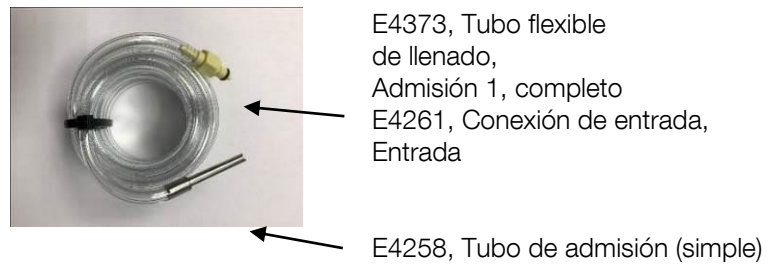

Fig. 7.2.2
- 1 Tubo flexible de llenado (Ø 7,1 mm) con conexión, E4373, entrada 1, con tubo de entrada; para solución salina fisiológica, Fig. 7.2.2